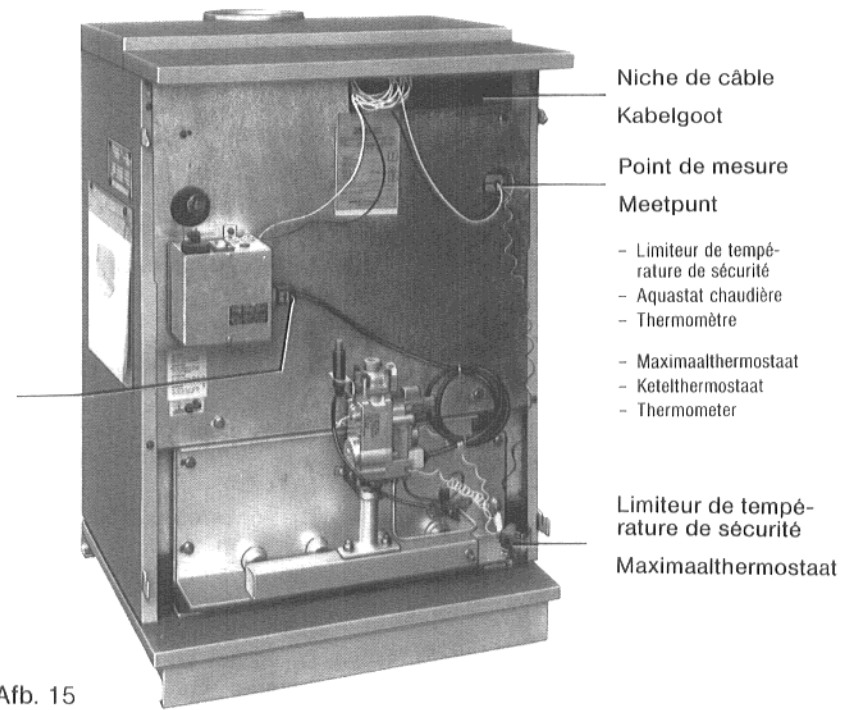

Fig. 15 / Afb. 15
7. Dérouler les **capillaires** des sondes de température jusqu'à ce que ceux-ci atteignent le point de mesure (Fig. 15).
Enlever l'obturateur de l'arrêtage des sondes de température. Attacher la sonde en 1/4" du limiteur de température de sécurité (Fig. 15) ensemble avec les autres sondes en 1/4".
8. Introduire les sondes de température dans le doigt de gant (point de mesure) jusqu'en butée (Fig. 15).
10. Faire glisser les **surlongeurs des capillaires et des câbles** dans la niche se trouvant en dessous du capot chaudière (Fig. 15).
11. Insérer la fiche brûleur dans la griffe du tableau de commande jusqu'à ce l'éclisse de la décharge de traction encliquete (Fig. 15).
7. **De capillaireleidingen** van de temperatuurvoelers afrollen – echter slechts zover als nodig is om de betreffende meetpunten te kunnen bereiken (Afb. 15).
Het met de temperatuurvoeler verbonden blindstuk verwijderen en de kwartvoeler van de veiligheids-temperatuurbegrenzer (Afb. 15) samenbinden met de andere kwarttrondvoeler.
8. De temperatuurvoelers tot aan de aanslag in de dompelhuls (meetpunt) steken (Afb. 15).
10. **Het lengteoverschot van de capillaireleidingen en de kabels** in de ruimte onder de ketelbovenplaat schuiven (Afb. 15).
11. De branderstekker in de vating van de schakelkast insteken tot de trekontlastingsclip inklikt (Afb. 15).